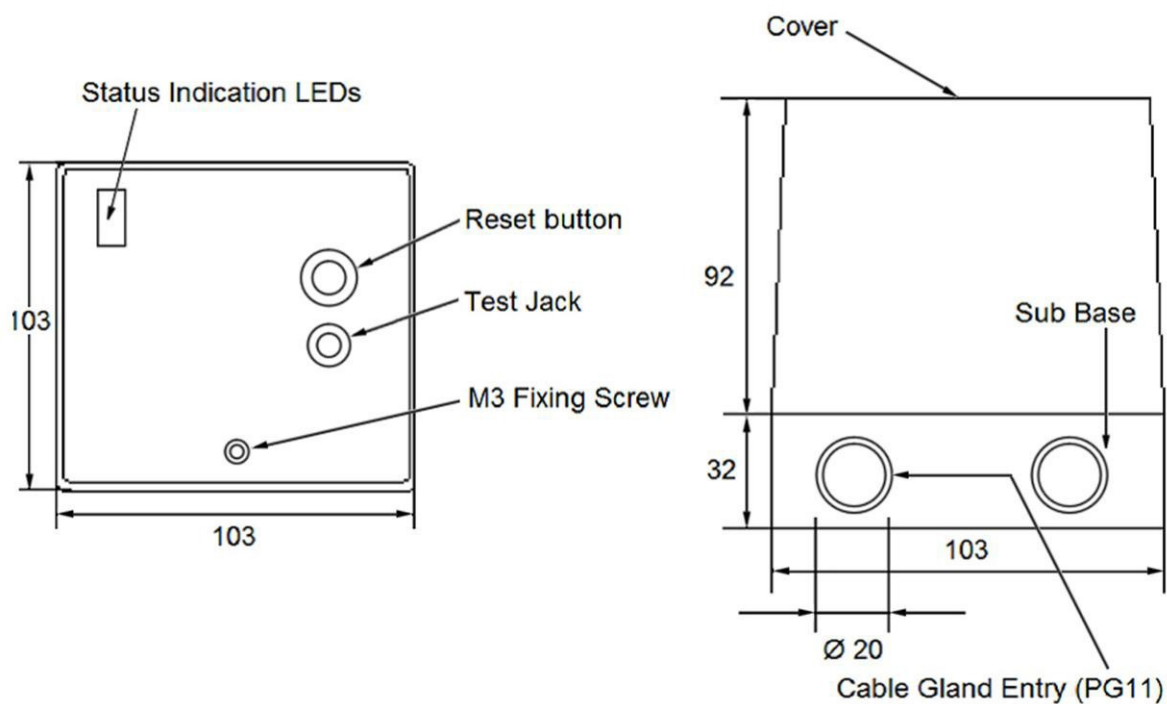

図. 1: 外形寸法図 (mm)
1. ドライバーを使用して、およそ8回転して、図1で示すように固定しているM3ネジをゆるめてください。
3. 図1、2で示すように配線のための必要な配線ロックアウト穴を打ち抜いてください、そして、配線を電線管に入れてください。